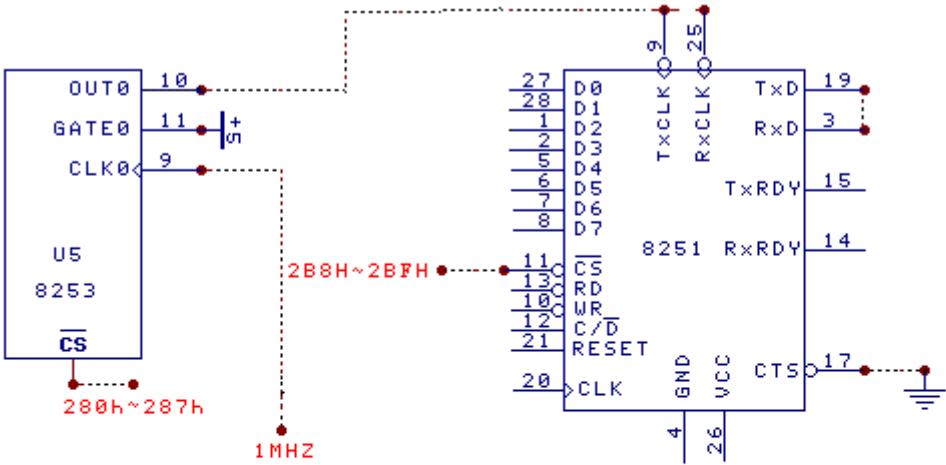

图4-16-1 串行通讯电路
- 1、按图4-16-1连接好电路, (8251插通用插座) 其中8254计数器用于产生8251的发送和接收时钟, TXD和RXD连在一起。